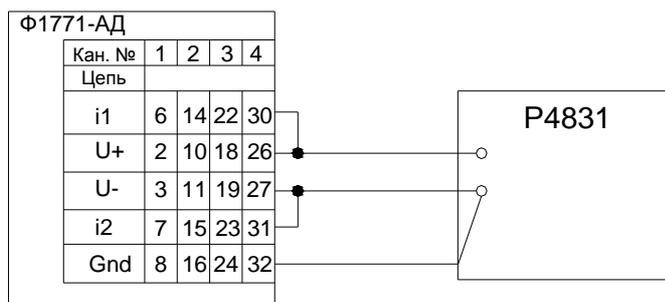
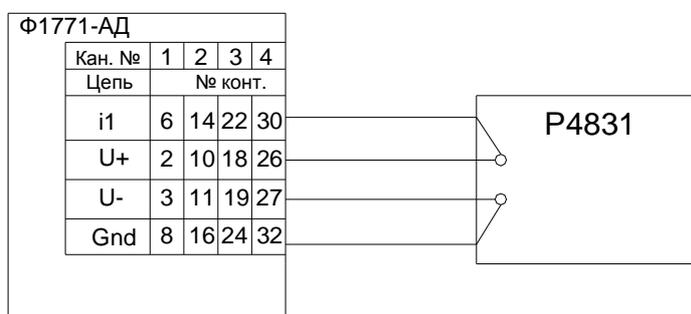

Рисунок 40
Рисунок 41
Примечания: для сигналов от ТС допускается проверка по одной из схем включения – 3-х проводной (рисунок 40) или 4-х проводной (рисунок 41), при этом должна быть проведена настройка для соответствующей схемы включения. Для сигналов от ТП результаты измерений должны быть больше значения проверяемой точки на температуру свободных концов ТП, которая определяется в режиме “Настройка”.
1) Поверку проводить для всех типов ТС, на каналах, подключаемых (в зависимости от использования при эксплуатации) по одной из схем включения – 3-х проводной (рисунок 40) или 4-х проводной (рисунок 41), при этом настройка должна выполняться для соответствующей схемы включения.